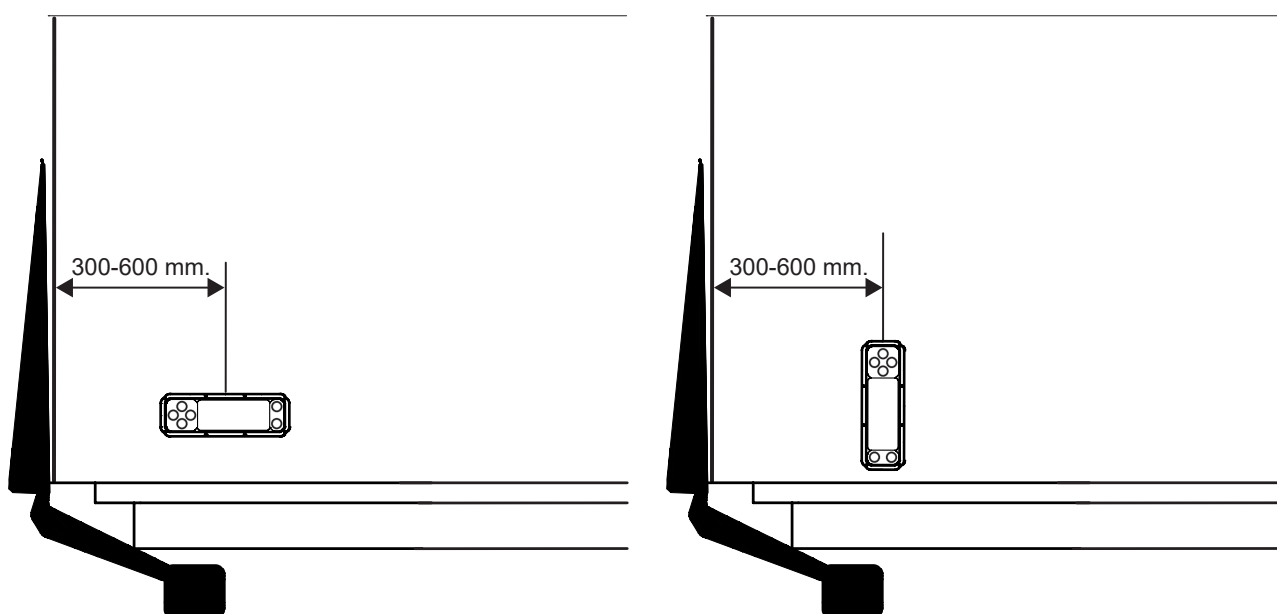

Bild 49. Montering av manöverdon
5. Montera därefter fast manöverdonet på skåpet. Se Bild 49